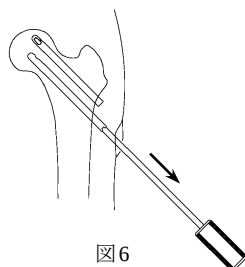

図6
- 6) SB フィックスのアウターが固着して専用抜去器で抜去できない場合、インナーを抜去した後、アウター抜去器をインプラントのアウターに接し、手動的に抜去します。 (図 6)